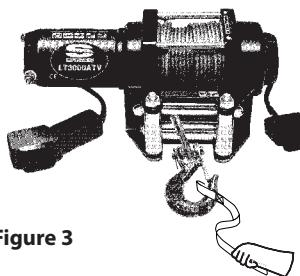

Figure 3
- ÉLOIGNEZ-VOUS DU TREUIL, DU CÂBLE SOUS TENSION ET DU CROCHET EN FAISANT FONCTIONNER LE TREUIL. Ne mettez jamais vos doigts dans le crochet. Si un de vos doigts était pris dans le crochet, vous pourriez le perdre. UTILISEZ TOUJOURS LE SYSTÈME DE PROTECTION DES MAINS lorsque vous guidez le câble pour le sortir ou l'enrouler (reportez-vous à la figure 3).